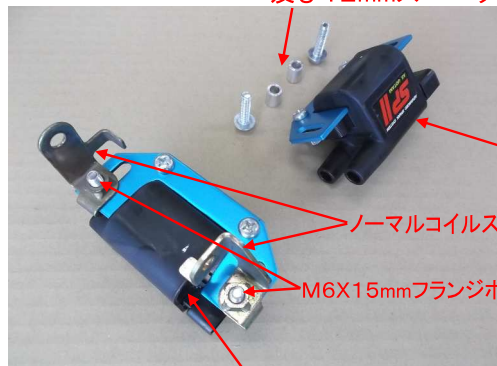

図1
- 7、シリンダーN o. に合わせコードマーカーを取付ける。(図1 参照)